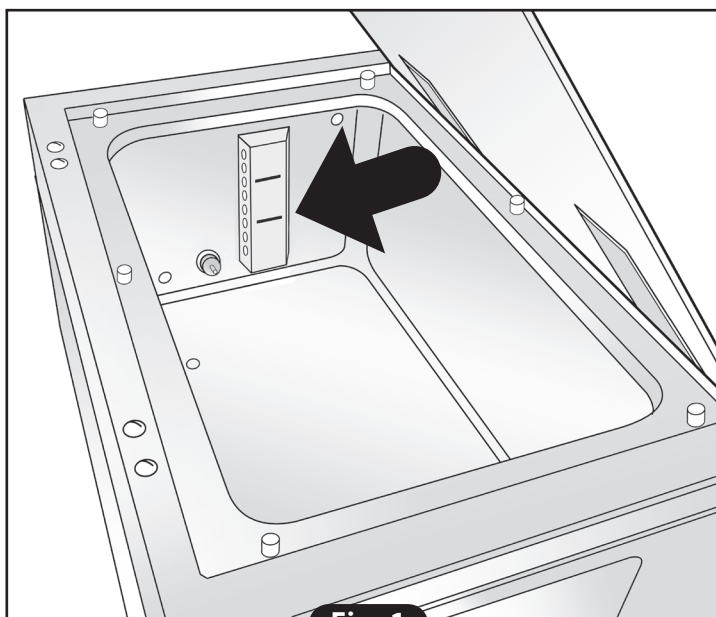

Fig. 1
- Indicador de nivel versión Base (**Fig. 1**).